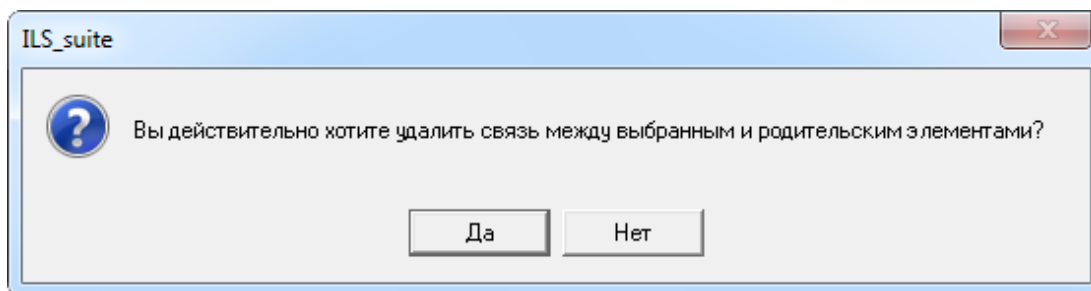

Рис. 14-8 – Диалоговое окно при удалении связи бюллетеня с папкой
4) В открывшемся диалоговом окне нажать «Да» для подтверждения действия (рис. 14-8).